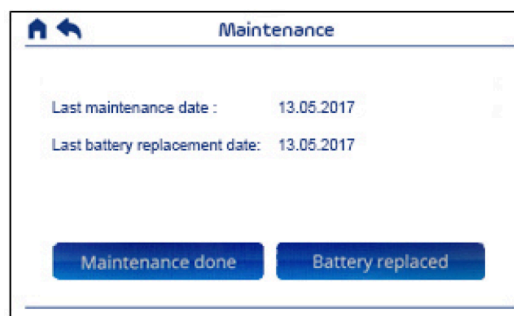

Рисунок 39: Экран подтверждения
пользователя (рисунок 39).
- Подтвердите “Battery replaced” (источник питания заменен) на интерфейсе пользователя (рисунок 39).